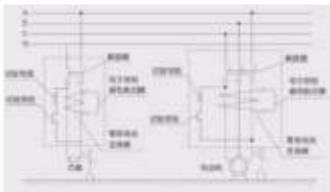

图2 工作原理图
②HYML-400、630中 228、328、248 规格辅助触头为一对触头(即一常开、一常闭)，268、368 规格辅助触头为三对触头(三常开、三常闭)；其余规格辅助触头见图2配图。
③HYML-125、250 中 220、240、340 规格辅助触头可提供二对触头(即二常开、二常闭)，但须在订货时注明。
④HYML 系列如需漏电报警单元模块(即漏电报警不脱扣)，则附件只提供带▲规格。
- 当被保护电路中有漏电或人身触电时，只要漏电电流达到整定漏电动作电流值，零序电流互感器二次绕组的输出信号就会触发可控硅导通，漏电脱扣器通电吸合，使漏电断路器脱扣分闸，从而切断电源起到漏电和触电保护作用。工作原理图(见图2)。